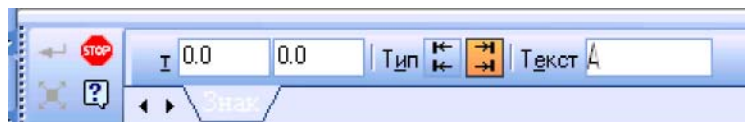

Рис. 3.20. - Панель свойств при включении кнопки **Линия разреза**
- **Линия разреза** - открывает панель свойств (рис.3.20), позволяющей указать графическим курсором места положений секущих плоскостей и соответствующие обозначения разреза (сечения) на чертеже.